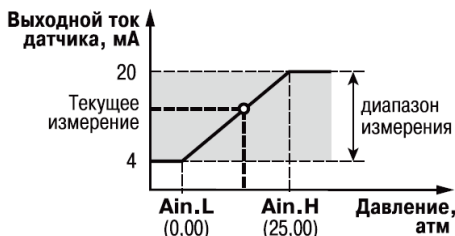

Рисунок 3.4 – Пример задания диапазона измерения активного датчика
**Пример** – При использовании датчика с выходным током 4...20 мА, контролирующего давление в диапазоне 0...25 атм., в параметре **Ain.L** задается значение 00,00, а в параметре **Ain.H** – значение 25,00 (см. рисунок 3.4). После этого обработка и отображение показаний будет производиться в атмосферах.